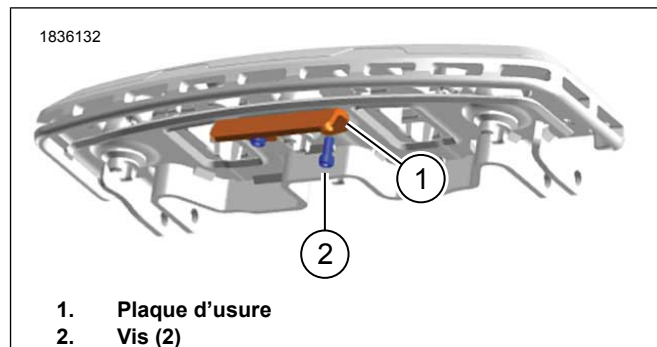

Figure 4. Plaque d'usure de marchepied
1. Figure 4 Lors de l'entretien de la plaque d'usure (1), retirez les vis de la plaque d'usure existante (2).